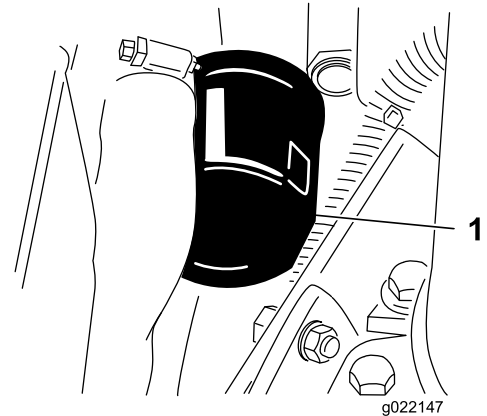

Bild 56
2. Entfernen Sie den Ölfilter (Bild 56).